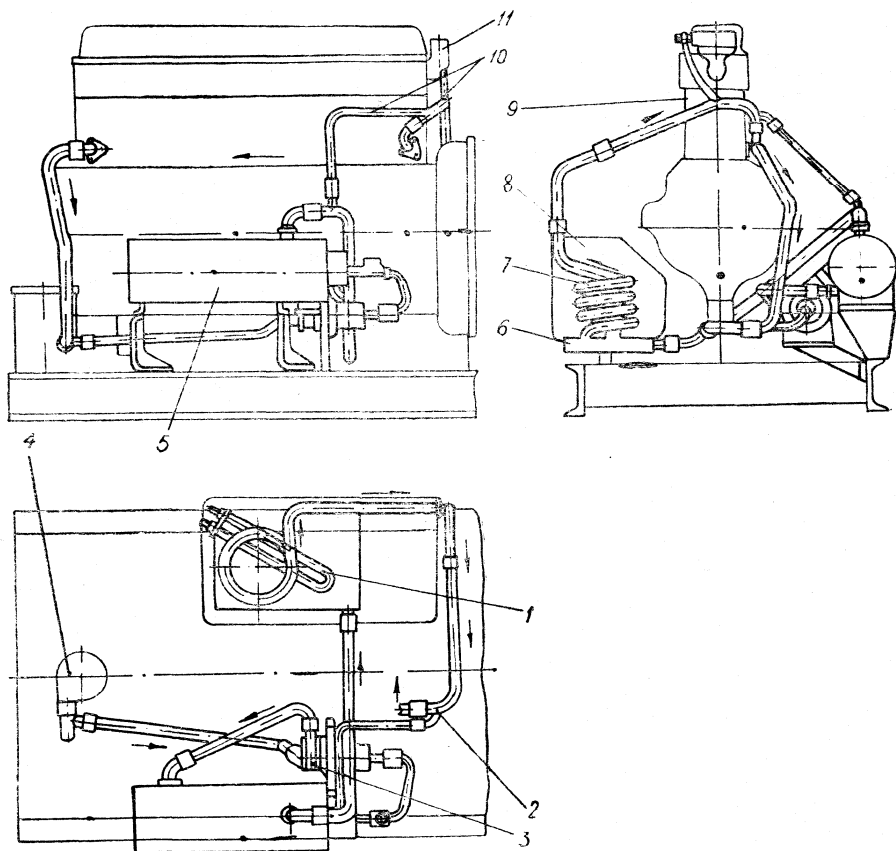

Рис. 14. Схема системы подогрева:
Система подогрева состоит из подогревателя, электронагревателя 1 (рис. 14), змеевика 7 и водяной полости 6 маслобака (поддона), соединительных трубопроводов.
**Работа системы предпускового подогрева.** Охлаждающая жидкость, нагретая подогревателем, подается в поддон 6 (см. рис. 14) масляного бака 8.